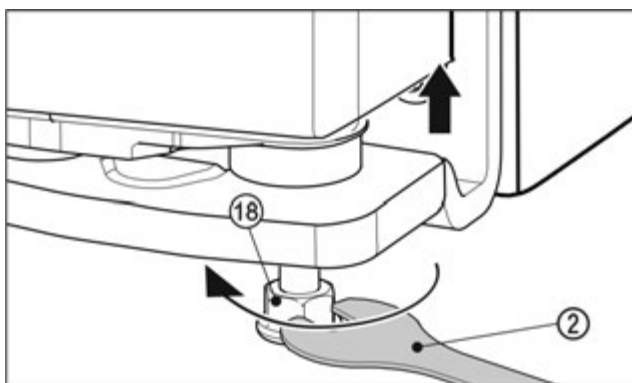

Fig. 26
- ▶ Щоб підняти дверцята, прокрутіть вправо опорну ніжку Fig. 26 (18) за допомогою гайкового ключа Fig. 26 (2) з комплекту поставки до контакту з підлогою. Після цього продовжуйте обертати до встановлення потрібної висоти дверцят. На момент постачання опорний гвинт повністю закручений.